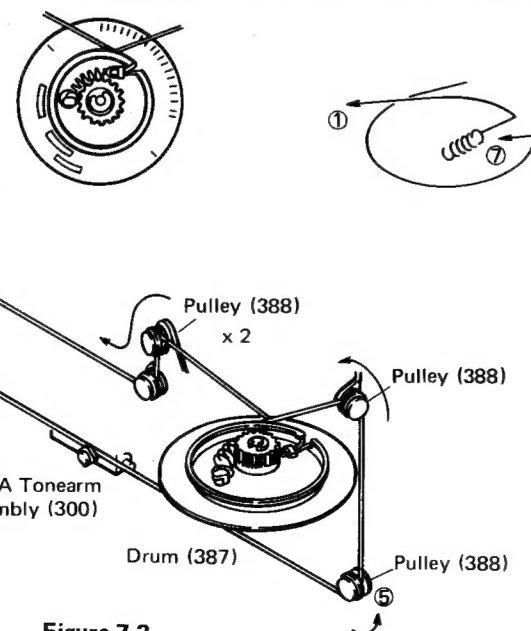

Figure 7-3
- (1) Turn the drum to the rest position, and hook the spring over the drum's hole. See Fig. 7-3.
- (2) Stretch the tonearm wire following the order from ① shown see Fig. 7-3.
- (3) After setting the wire, turn the side A/B tonearm to its lead-in position. Refer to the instructions of ADJUSTMENT OF TONEARM LEAD-IN POSITION.
- (1) Die Trommel zur Ruhelage drehen, dann die Feder in das Trommelloch einhängen. Siehe Abb. 7-3.
- (2) Den Tonarmdraht in der gezeigten Reihenfolge ① spannen. Siehe Abb. 7-3.
- (3) Nach Spannen des Drahtes den Tonarm für Seite A/B zur Einlaufposition bewegen. Siehe Hinweise im Abschnitt "EINSTELLUNG DER TONARM-EINLAUFPOSITION".
- (1) Tourner le tambour à la position de repos et crocheter le ressort dans le trou du tambour. Voir la Fig. 7-3.
- (2) Passer les fils du bras en suivant l'ordre de ① comme montré. Voir la Fig. 7-3.
- (3) Après la pose des fils, renvoyer le bras des faces A/B sur sa position d'entrée en lecture. Voir les instructions du "REGLAGE DE LA POSITION D'ENTRÉE EN LECTURE DU BRAS".